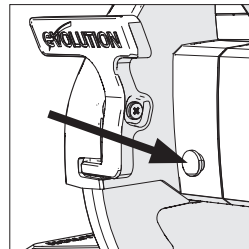

Abb. 26
(Abb. 26) Fahren Sie anschließend mit dem Entfernen der Spindelschraube, Unterlegscheibe und dem äußeren Sägeblattflansch fort. **(Abb. 27)**
Bringen Sie den äußeren Flansch (1) (flache Oberfläche auf die Maschine) und die Spindelschraube (2) wieder an. (Abb. 30) Halten Sie den Verriegelungsknopf der Spindel auf dem Motorgehäuse gedrückt, während Sie die Spindelschraube mithilfe des mitgelieferten Innensechskantschlüssels festziehen, bis der Knopf vollständig im Schaft steckt und diesen verriegelt. (Abb. 26)